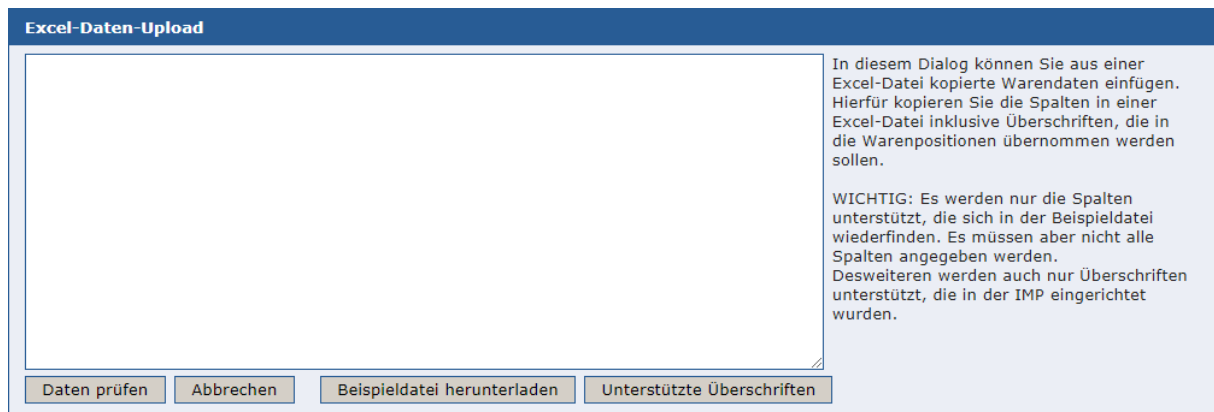

Abbildung 2 - Dialog für die Dateneingabe
Mit einem Klick auf das Excel-Symbol () oder auf den Text wird folgender Dialog (Abb. 2) aufgerufen.
2. Mit jedem Aufruf der Excel-Funktion (vgl. Abb. 1) werden die zuvor in dem Dialog aus Abb. 2 eingetragenen Daten geleert.